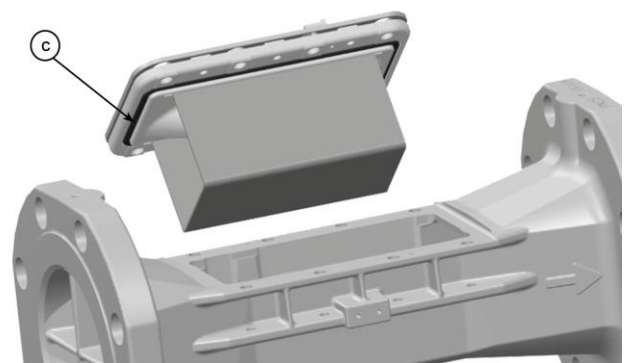

Abb. 10: Formdichtung „c“
- Überprüfen Sie den Sitz der Formdichtung „c“ (siehe Abb. 10) am Messeinsatz. Die Formdichtung muss richtig in der Nut sitzen und frei von Beschädigungen sein.